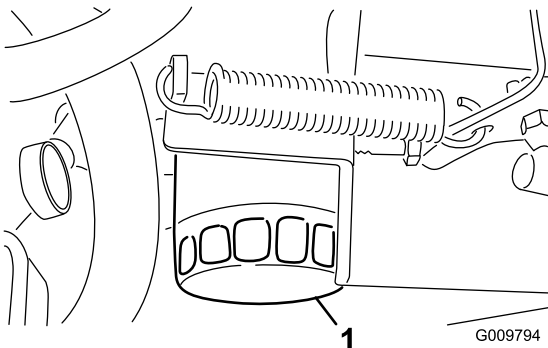

Рисунок 48
3. Извлеките масляный фильтр (Рисунок 48).